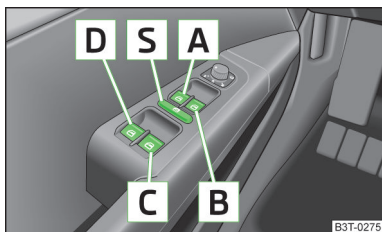

Fig. 26
- Când se transportă copii pe locurile din spate, vă recomandăm să scoateți din funcțiune comutatoarele din portierele din spate (comutatorul de siguranță) **S** » fig. 26 la pagina 43.
**Tastele macaralelor geamurilor** » fig. 26.
Prin apăsarea comutatorului de siguranță » fig. 26, puteți scoate din funcțiune tastele acționării geamurilor din portierele din spate. Apăsând încă o dată comutatorul de siguranță , puteți restabili funcționarea tastelor acționării geamurilor din portierele din spate.
- Mențineți tasta  în poziție de deschidere » fig. 26 la pagina 43.
- Mențineți tasta  în poziție de închidere » fig. 26 la pagina 43.